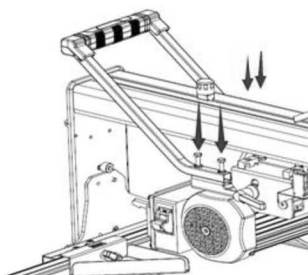

Fig.1
•Ensamble la manija del motor (Fig.1)